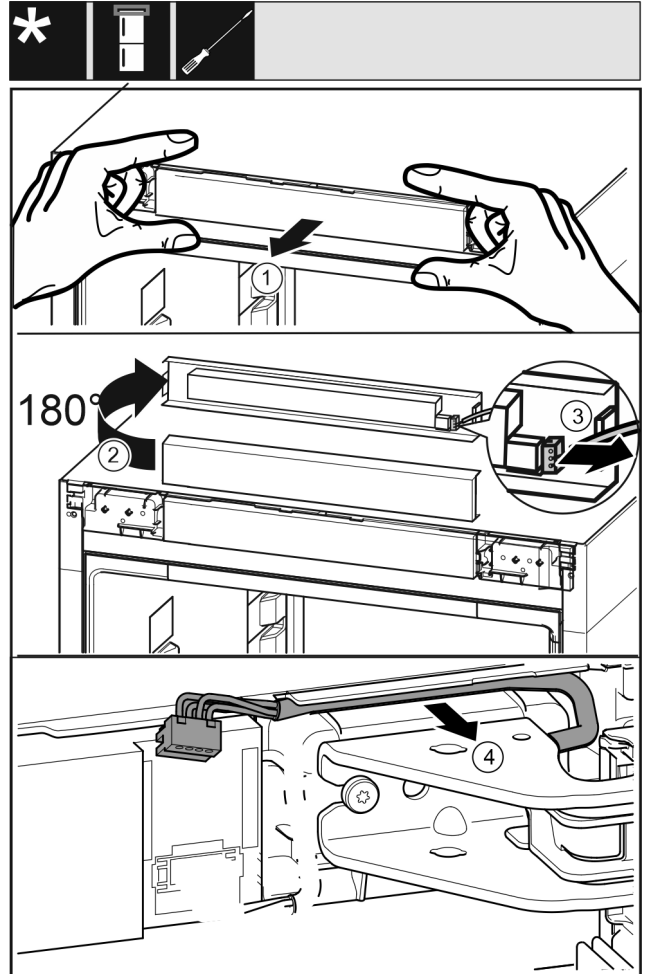

Fig. 10
- 小心地向前松开控制面板 Fig. 10 (1)。
- 将控制面板 Fig. 10 (2) 向上旋转 180°。
- 向后按住止动凸缘 Fig. 10 (3)，并小心地拉出插头。
- 将托架上方电缆 Fig. 10 (4) 小心地从导向装置上松开。